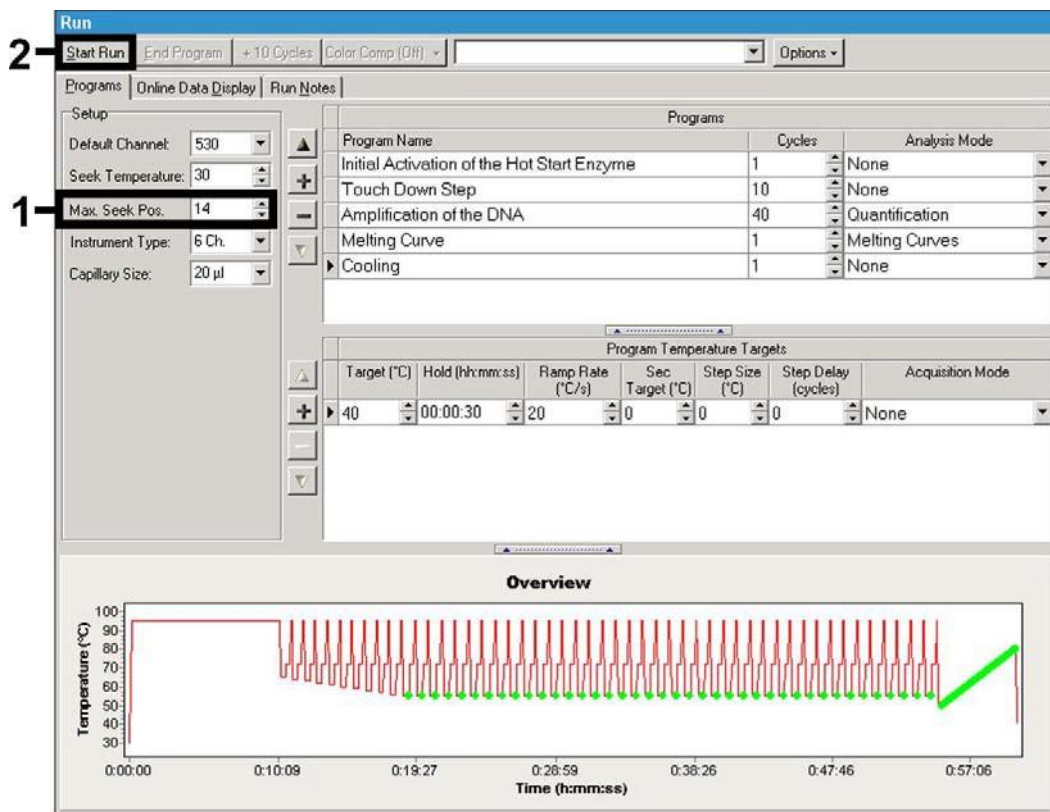

Fig. 8: Start av PCR-körningen.
Tänk på att du till att börja med anger antalet förbereda kapillärer för denna PCR-körningen (*Max. Seek Pos.*) (se Fig. 8).
- För att starta PCR-körningen, byter du till knappen *Run* och aktiverar *Start Run* (se Fig. 8). Efter att ha angivet destinationen för var datan skall sparas startas PCR-programmet.